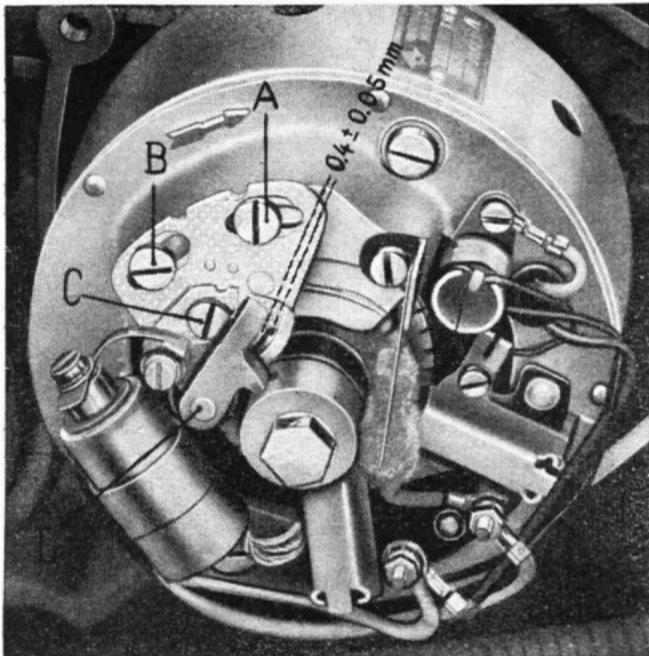

Bild 18. Unterbrecher nachstellen
Der Kontaktabstand soll an höchster Nockenstelle 0,4 mm betragen. Kleinerer oder größerer Abstand der Kontakte ergibt schlechtes Anspringen, unregelmäßigen Lauf, verminderde Leistung mit erhöhtem Verbrauch. Das Nachstellen des Kontaktabstandes erfolgt bei abgenommenem Unterbrecherdeckel (siehe Bild 18) nach Lockern der Klemmschraube (C) durch Schwenken der kleineren Unterbrechergrundplatte um den Lagerbolzen (D). Die Schlitzschrauben (A u. B) dürfen dabei keinesfalls gelockert werden.